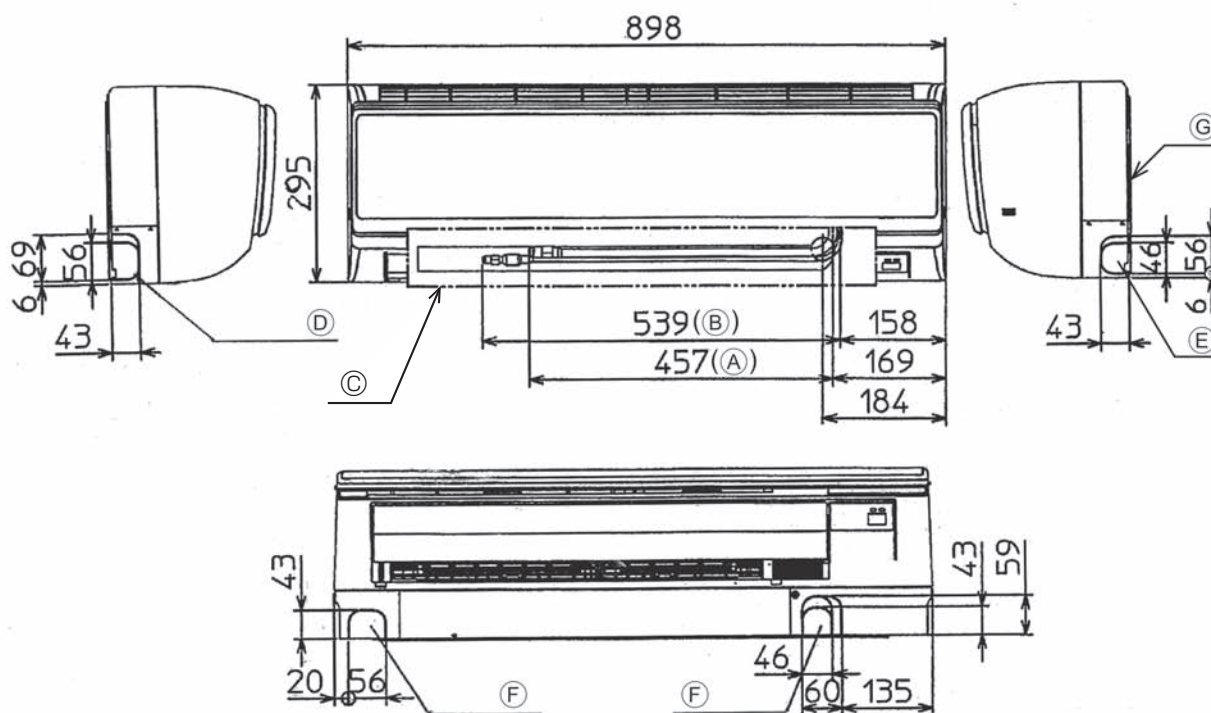

Fig. 4-2
4.2. Mise en place des tuyaux de réfrigérant et d'écoulement (Fig. 4-2)
- (A) Conduit de gaz * Indique la condition les accessoires montés.
- (B) Conduit de liquide
- (C) Tuyau d'écoulement (longueur utile : 400)
- (D) Orifice de la rondelle du tuyau gauche
- (E) Orifice de la rondelle du tuyau droit
- (F) Orifice de la rondelle du tuyau inférieur
- (G) Plaque d'installation ①